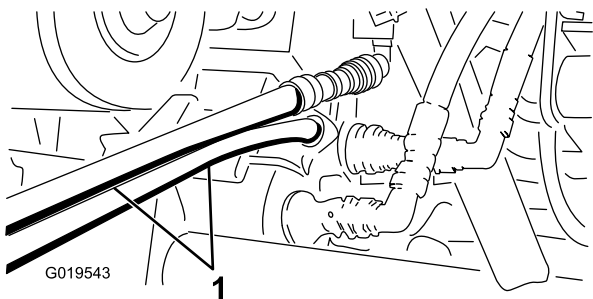

Figura 76
5. En la otra máquina, conecte las dos mangueras al acoplamiento que permanece todavía en el soporte de acoplamiento (conecte la manguera superior al acoplamiento superior y la manguera inferior al acoplamiento inferior) (Figura 76).